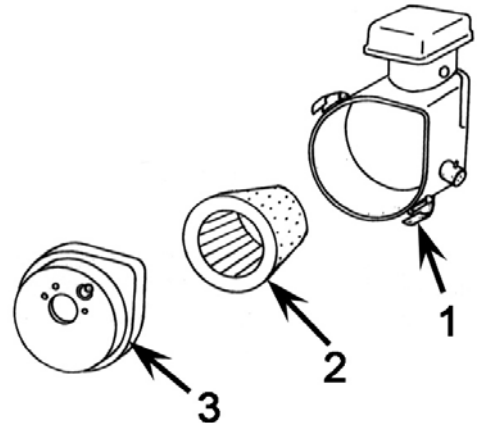

Figura 12 – Filtro aria a secco
- Smontare il coperchio filtro aria, sganciando i 2 fermi a molla (1, Figura 12). Pulire l'elemento filtrante (2) con un getto d'aria a bassa pressione, soffiando dall'interno verso l'esterno, in direzione opposta al normale flusso dell'aria. Sostituire l'elemento filtrante se troppo intasato, o comunque dopo 5 pulizie.